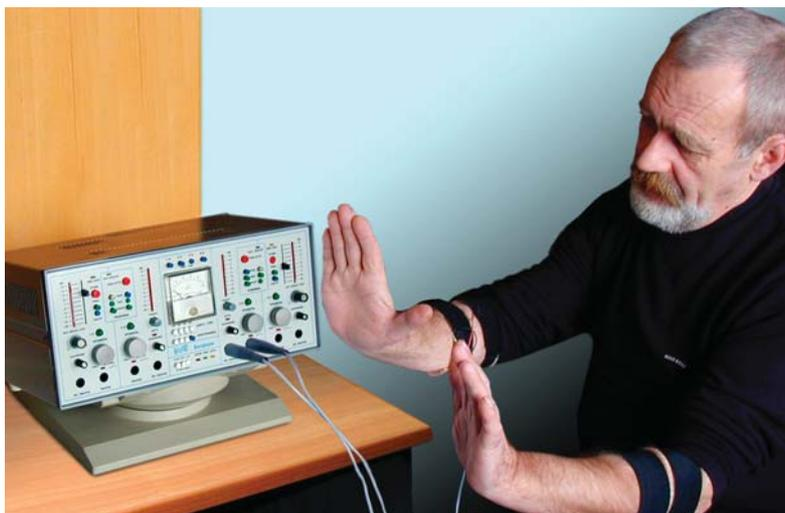

Рис. 1. Восстановление и тренировка движений при помощи аппарата "БИОФОРМ" (режим "Взаимостимуляция")
- Внешний вид действующего экспериментального образца аппарата "БИОФОРМ" показан на рис. 1